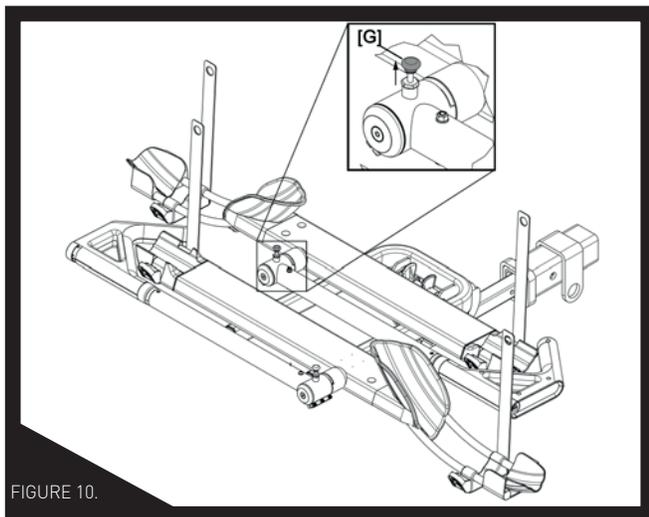
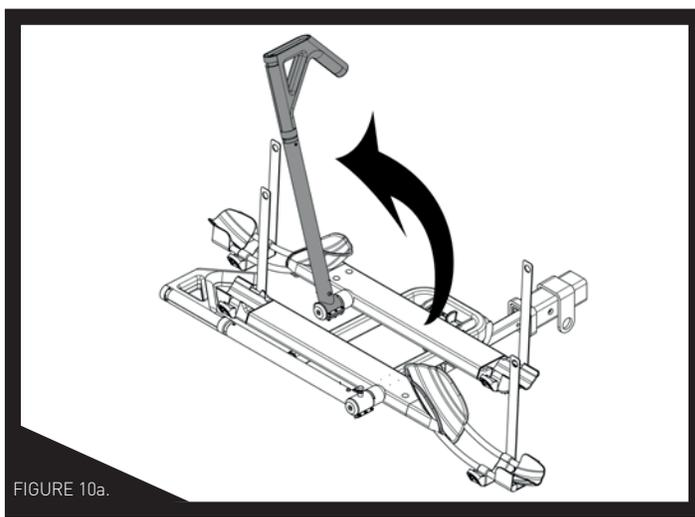

FIGURE 10.
FIGURE 10a.
ÉTAPE 7 : Soulevez le bras de longeron du vélo, soulevez la goupille de traction [G] comme illustré à la Fig. 10, tout en faisant tourner le bras du longeron jusqu'à sa position avant complète, Fig. 10a.